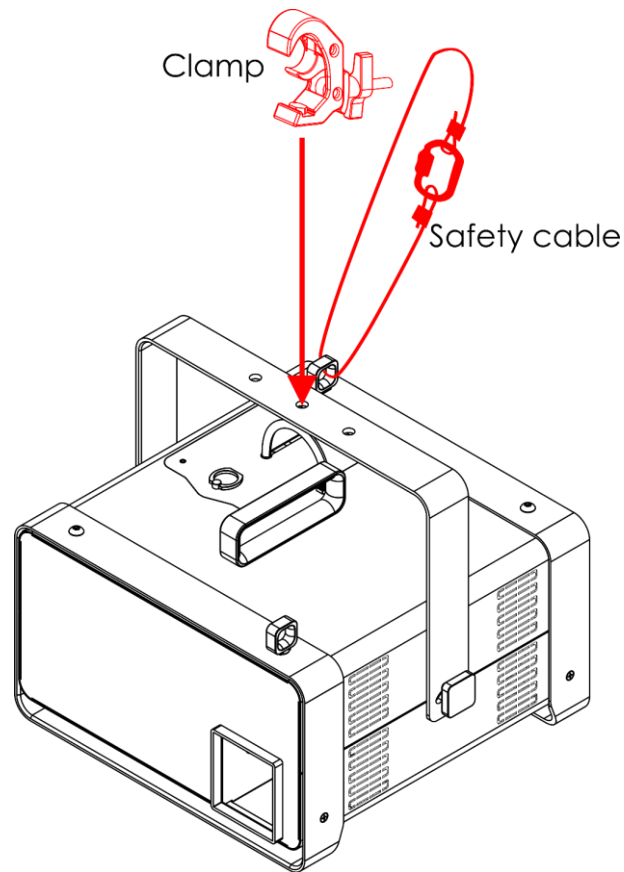

Fig. 06
- 01) Utilice una abrazadera para sujetar el dispositivo a la estructura de soporte como se indica en la Fig. 06. Asegúrese de que el dispositivo no se pueda mover libremente.
- 02) Sujete el dispositivo con una suspensión secundaria, por ejemplo, un cable de seguridad. Asegúrese de que la suspensión secundaria puede soportar 10 veces el peso del dispositivo. Si es posible, la suspensión secundaria debería conectarse a una estructura de soporte independiente de la suspensión primaria. Pase el cable de seguridad a través de la **anilla de seguridad (04)** como se indica en la Fig. 06.